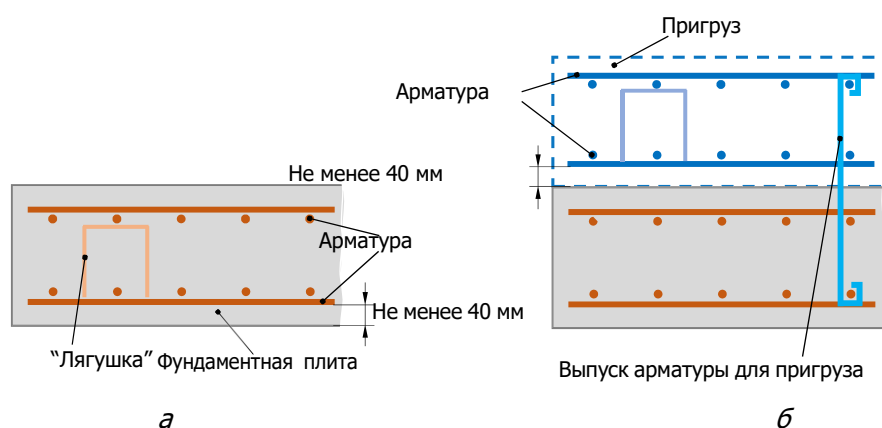

Рис. 7. Армирование фундаментной плиты
Пригруз рекомендуется выполнить армированным связывая арматуру пригруза с предварительно устроенными выпусками из нижней фундаментной плиты (рис. 7). Толщину пригруза принять не менее 300мм (окончательно назначается расчетом на всплытие).
- армирование фундаментной плиты выполнять двумя сетками в верхней и нижней зонах, сохраняя защитный слой бетона не менее 40 мм от грани бетона до грани арматурного стержня (рис. 7, а);
- при армировании плиты, на которую планируется установка верхнего пригруза, предусмотреть дополнительные выпуски арматуры для обеспечения связи между фундаментной плитой и пригрузом (рис. 7, б)